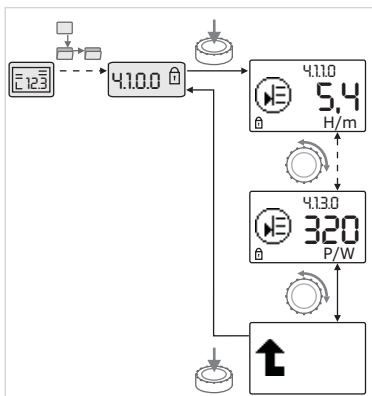

Fig. 36: Tietojen hakeminen näyttöön
- Punaista painiketta kiertämällä valitaan "Tietoja"-tyypin valikko-osia tämänhetkisistä alavalikoista (katso Fig. 36). Symbolein esitettyjen säätöjen selitykset, katso taulukko luvussa 8.7 "Valikon osien viitteet" sivulla 81.